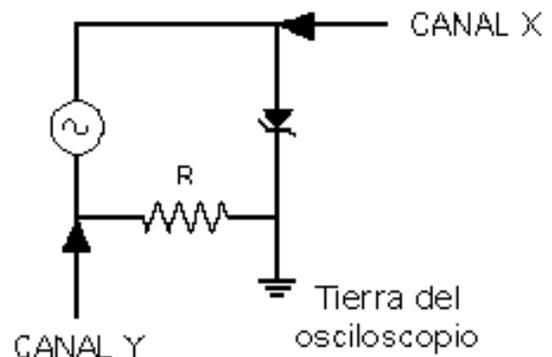

Figura 1. Circuito para observar la característica corriente-voltaje del diodo zener
2.- Después de observar la Figura 1, la cual representa el circuito con el que va a visualizar la característica corriente-voltaje del diodo zener en la pantalla del osciloscopio, indique:
3.- Utilizando los valores indicados por su profesor, realice la simulación interactiva del circuito de la Figura 1 en MULTISIM, usando el osciloscopio Tektronix de la sección de instrumentos virtuales a fin de observar en la pantalla la curva característica del componente.
- 3.- Monte el circuito de la Figura 1 con los valores indicados por su profesor.
- 4.- Seleccione en el generador de funciones una señal sinusoidal de magnitud 10 Vpico y frecuencia alrededor de 1kHz, mida estos valores con el osciloscopio y registre dichos valores en la siguiente tabla. Aplique dicha señal a su circuito y conecte ahora las puntas de prueba de su osciloscopio de la manera indicada en la Figura 1. **Recuerde que el osciloscopio DEBE ESTAR FLOTANDO.** Como primer paso, observe las señales en ambos canales simultáneamente, y anote sus observaciones sobre las mismas en el espacio correspondiente. Observe que, de acuerdo con la convención utilizada generalmente, la polaridad de la señal del canal CHX es positiva, mientras que la señal del canal CHY es negativa. Active el control de inversión de esta señal en el osciloscopio para tener ambas señales con polaridad positiva. Mida el voltaje pico de dichas señales y regístrelo en la siguiente tabla.